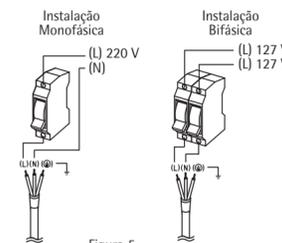

Figura 5
• Não é recomendado a utilização de tomadas, o cabo de alimentação deve ser ligado conforme esquema ilustrado na Figura 5.